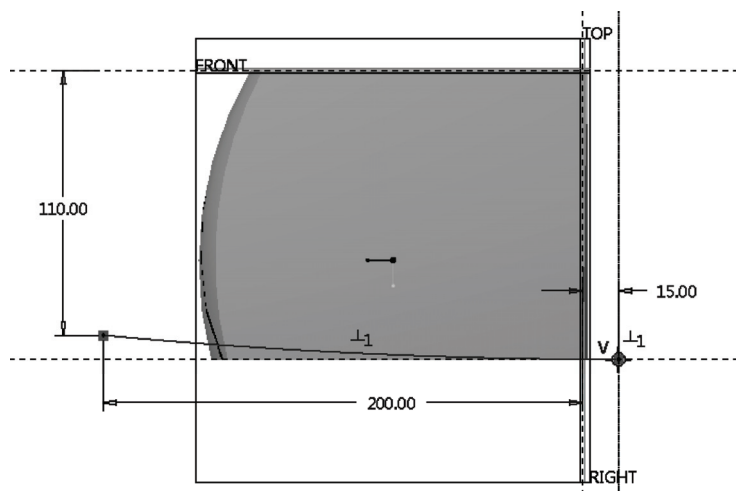

图 12-89 绘制一段圆弧
3) 在“扫描”选项卡的右侧区域选择“基准”命令以打开“基准”工具列表, 接着从该“基准”工具列表中单击  (草绘) 按钮, 弹出“草绘”对话框, 选择 RIGHT 基准平面作为草绘平面, 默认以 TOP 基准平面为“左”方向参考, 单击“草绘”按钮, 进入草绘器中。绘制图 12-89 所示的圆弧 (该圆弧将作为扫描特征的轨迹线), 单击  (确定) 按钮。